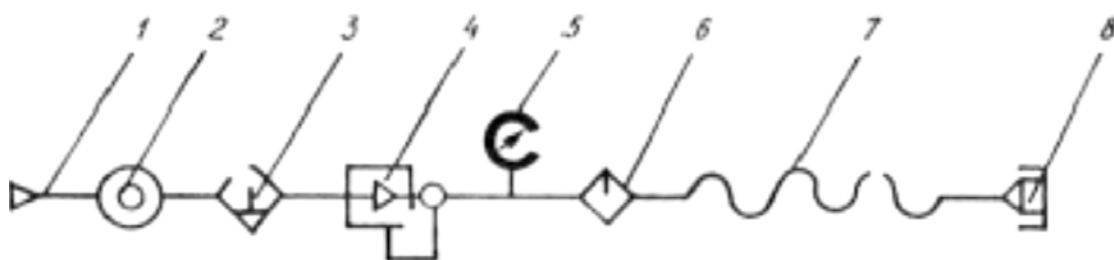

Рис. 2. Схема подвода сжатого воздуха к машине
Система подвода сжатого воздуха состоит из трубопровода, крана управления, фильтра-влагоотделителя мод. 28-16x25 ГОСТ 17437-81 Е, редукционного пневмоклапана ГОСТ 18468-79, манометра ГОСТ 8625-77, маслораспределителя мод. 2-16 ГОСТ 25531-82, рукава Г (IV)-10-12,5-У ГОСТ 18698-79 длиной 3-5 м (внутренний диаметр рукава 12,5 мм), присоединительного устройства. Указанная аппаратура устанавливается в соответствии с прилагаемой схемой (рис. 2).